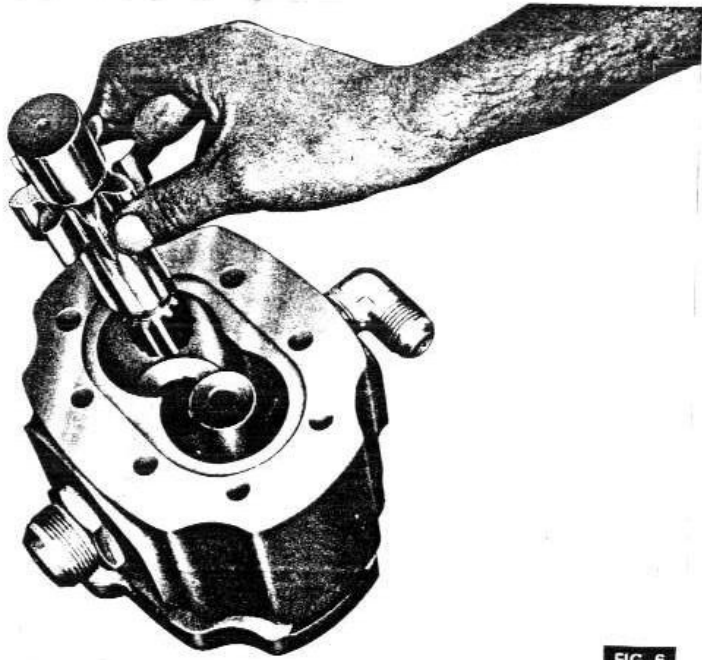

FIG. 6
- 6 - (figure 6) - Extraire les pignons.